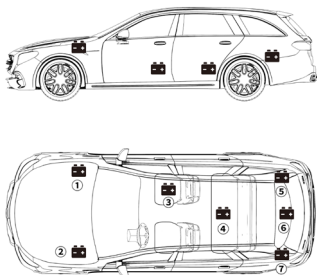

図 4.1.1
1. ほとんどのモデルは、エンジンベイのボンネットの下の前角にバッテリーを置きます。図 4.1.1 のバッテリーの位置①と②を参照してください。
2. 不均一な重量配分のバランスをとるために、一部のメーカーはエンジンをトランクに置いています。図 4.1.1 のバッテリーの位置⑤、⑥ と⑦を参照してください。この場合、バッテリーはプラスチック製のカバーがあり、テストの前に取り外す必要があります。
3. 他のモデルの場合、バッテリーは後部座席の下に保管されている可能性があります。図 4.1.1 のバッテリーの位置④を参照してください。
4. 一部の車両では、バッテリーは助手席の下です。図 4.1.1 のバッテリーの位置③を参照してください。